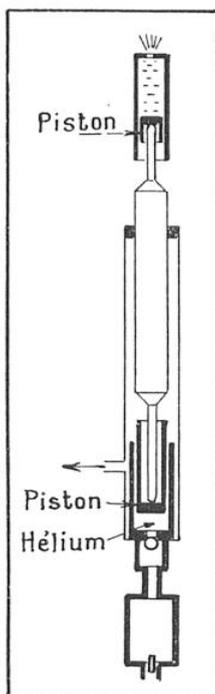

FIG. 4. — SCHÉMA DE PRINCIPE DE LA MACHINE DU PROFESSEUR KAPITZA POUR LA LIQUÉFACTION DE L'HÉLIUM
Depuis lors, les efforts des laboratoires cryogènes ont porté sur l'amélioration des procédés qui opèrent sur ce dernier gaz ; d'ingénieux dispositifs ont été réalisés par Meissner en Allemagne, par Simon et par Kapitza en Angleterre (1) ; ce dernier physicien, en appliquant à l'hélium les méthodes de détente avec travail extérieur, dues à M. Georges Claude, a réalisé un appareil très pratique dont la figure 4 montre le principe ; le travail extérieur est celui d'un plongeur hydraulique ; comme toute lubrification est impossible à ces températures, on s'est contenté de laisser un intervalle étroit entre le piston et le cylindre, et d'ac-